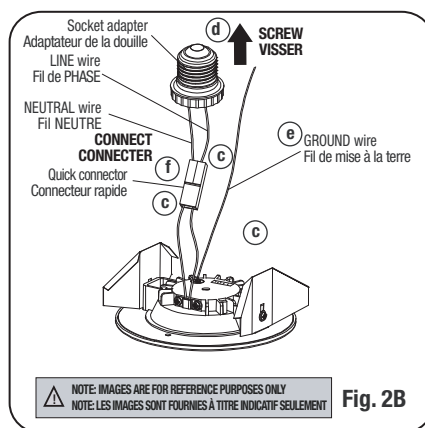

Fig. 2B
3. Install the LINE and NEUTRAL wires (coming from luminaire and socket adaptor) into both sides of the provided quick connector (Fig. 2B, step "c").
4. Screw the provided socket adapter into the lighting bulb lamp socket, inside the existing ceiling recessed can (Fig. 2B, step "d").
5. Connect the ground wire to the appropriate ground screw inside the can (Fig. 2B, step "e").
6. Connect the power quick connector (Fig. 2B, step "f").
3. Installer les fils de PHASE et NEUTRE (provenant du luminaire et de l'adaptateur de la douille) dans les deux côtés du connecteur rapide fourni (Fig. 2B, étape "c").
4. Visser l'adaptateur de douille fourni dans la douille de la lampe de l'ampoule d'éclairage, à l'intérieur du boîtier encastré existant au plafond (Fig. 2B, étape "d").
5. Connecter le fil de mise à la terre à la vis de mise à la terre appropriée à l'intérieur du boîtier encastré dans le plafond (Fig. 2B, étape "e").
6. Brancher le connecteur rapide d'alimentation (Fig. 2B, étape "f").